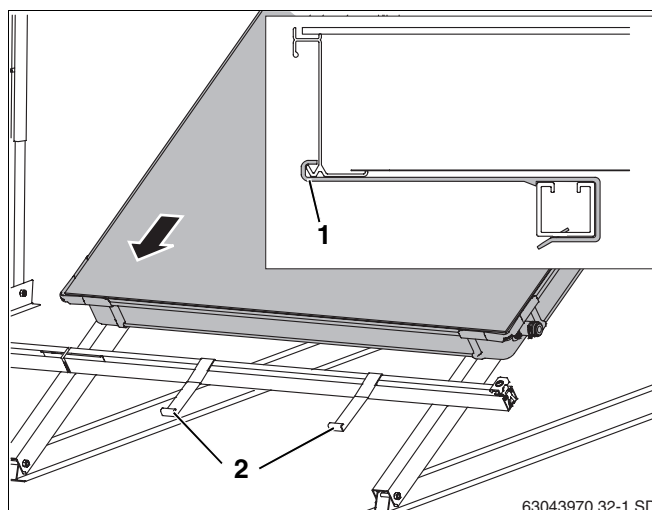

Fig. 44 Colocar el primer colector sobre los perfiles guía
- ▶ Coloque el primer colector sobre los perfiles guía y déjelo deslizar hasta los seguros contra deslizamiento (fig. 44, **pos. 2**) (fig. 44).
El borde inferior del colector debe descansar sobre la abertura del seguro contra deslizamiento (fig. 44, **pos. 1**).